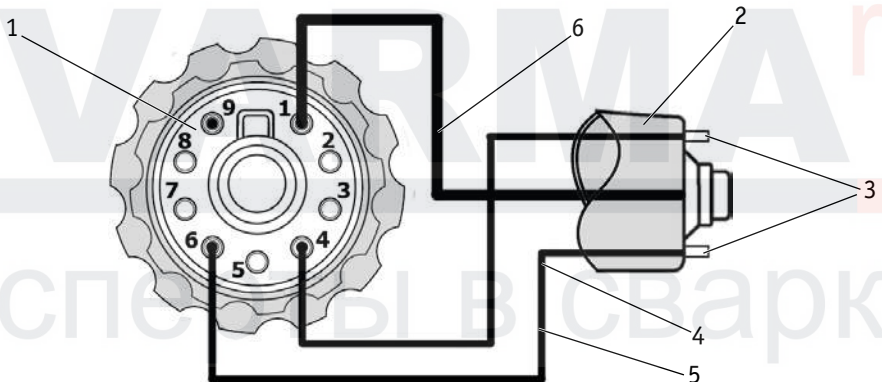

Рис. 11.3. Схема разъёма автоматического плазматрона.
1. Разъём центральный кабельный (См. рис. 11.3).